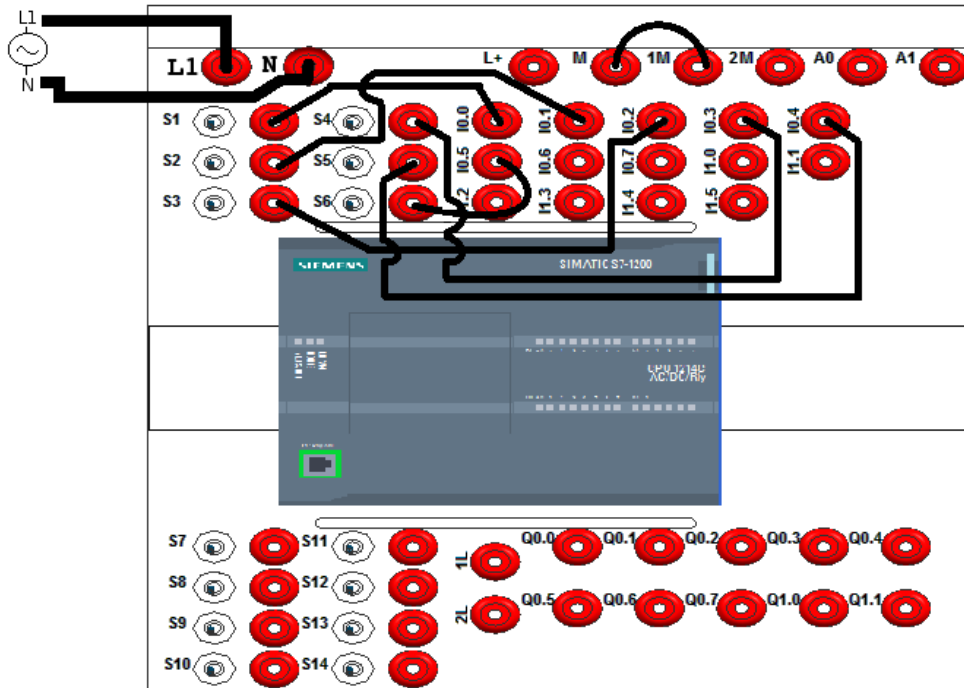

Figura 5. Conexión del PLC.
1.  Sin energizar aún el PLC, realice las conexiones que se muestran en la Figura 5. Pida al docente de laboratorio que revise las conexiones antes de continuar.